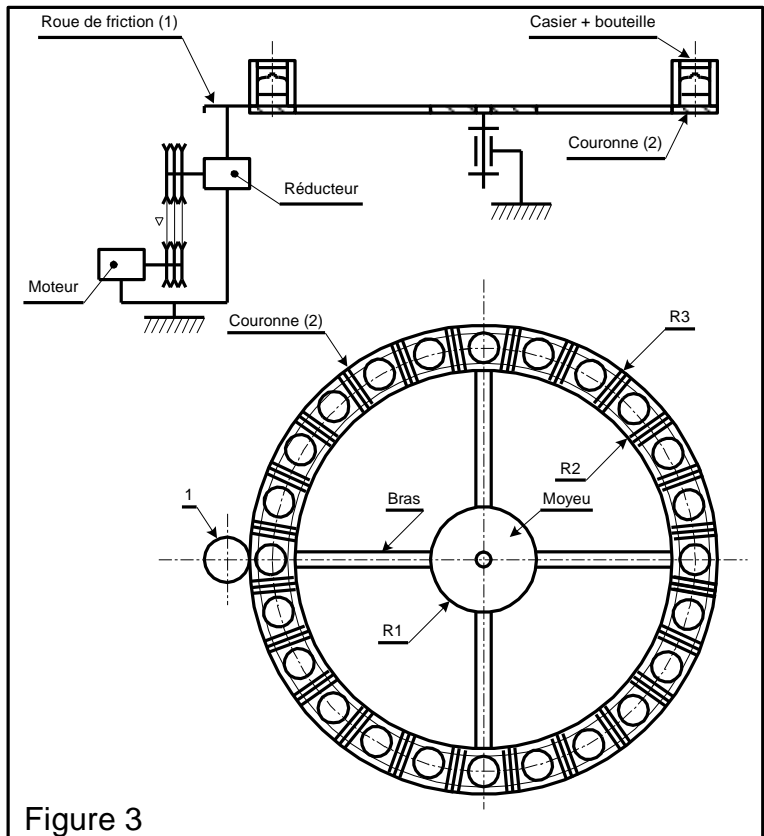

Figure 3
Les postes de chargement, de déchargement et de remplissage des bouteilles n'apparaissent pas sur la figure 3. Le mouvement de rotation est assuré par l'application d'une roue de friction (1) contre la surface latérale de la couronne (2).